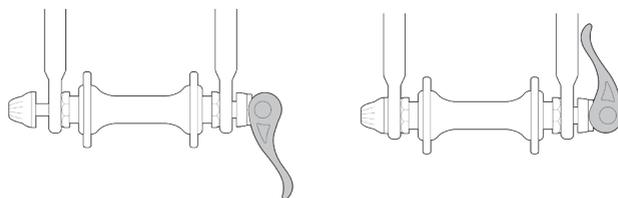
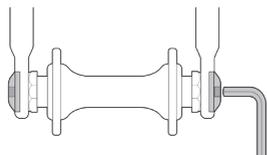
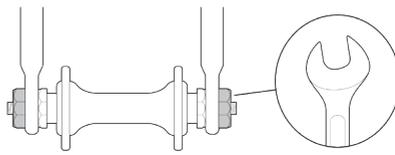
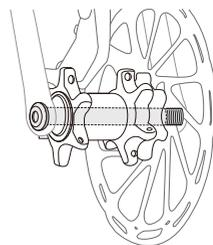

Abbildung 5
Abbildung 6
Abbildung 7
Abbildung 8
Es gibt verschiedene Methoden, um Räder am Rahmen zu befestigen. Die traditionelle Methode, die immer noch bei Fahrrädern mit Felgenbremse angewendet wird (siehe Abbildung 5), ist der Schnellspanner (QR). Kann an Pendler- oder Lifestyle-Fahrrädern (siehe Abbildung 6), am Spieß und an der Achsmutter (siehe Abbildung 7) gefunden werden. Die moderne Art bei den meisten Fahrrädern mit Scheibenbremse (siehe Abbildung 8), Steckachse.